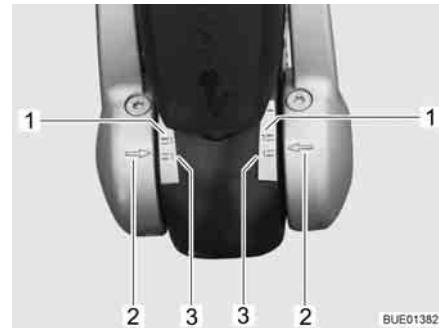

Fig. 122 Indicatore guarnizioni di attrito a sinistra e a destra
- Se le frecce sulla flangia di fissaggio disco (Fig. 122,2) si trovano sotto o sulla superficie di marcatura verde (Fig. 122,3), le guarnizioni di attrito sono considerate ancora nuove.
- Se le frecce sulla flangia di fissaggio disco si trovano all'interno delle superfici di marcatura (Fig. 122,1 e 3), le guarnizioni di attrito sono leggermente consumate.
- Se le frecce sulla flangia di fissaggio disco si trovano al di sopra della superficie di marcatura rossa (Fig. 122,1), le guarnizioni di attrito sono consumate. Far sostituire le guarnizioni di attrito.